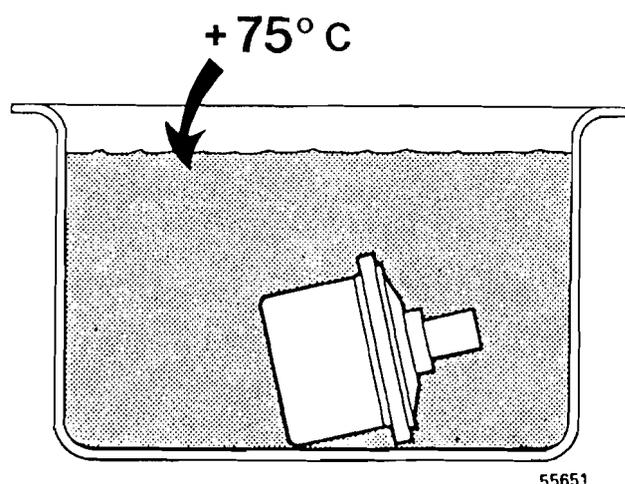

Fig. 233
- 2 Calentar agua en un recipiente hasta  $+75^{\circ}\text{C}$  y sumergir el termostato en la misma, véase fig. 233.